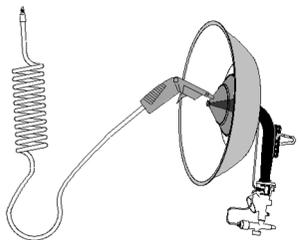
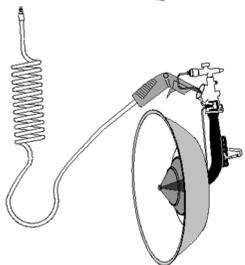

Fig. 15
Fig. 16
### a) Limpieza con aire (Fig. 15 y Fig. 16)
- Colocar el radiador de forma vertical con la conexión de gas hacia abajo, y proyecte el aire comprimido por toda la superficie del cono exterior dirigiendo el chorro de aire hacia el cono interno (Fig.15).
Déle la vuelta al equipo y sople el aire comprimido a través de la abertura de entrada de aire. (Fig. 16).
### a) Cleaning with air (Fig. 15 and Fig. 16)
- Place the radiator vertically with the gas connection facing downward and blast the compressed air over the entire surface of the outer cone: aiming the air jet towards the inner cone (Fig.15).
Turn the system over and blast the compressed air through the air inlet opening (Fig. 16).
### a) Nettoyage à l'air (Fig. 15 et Fig. 16)
- Disposer le radiateur verticalement, le raccordement au gaz vers le bas, et projeter de l'air comprimé sur toute la surface du cône extérieur en orientant le jet d'air vers le cône interne (Fig. 15).
Retourner l'équipement et soufflez de l'air comprimé à travers l'ouverture d'entrée d'air (Fig. 16).